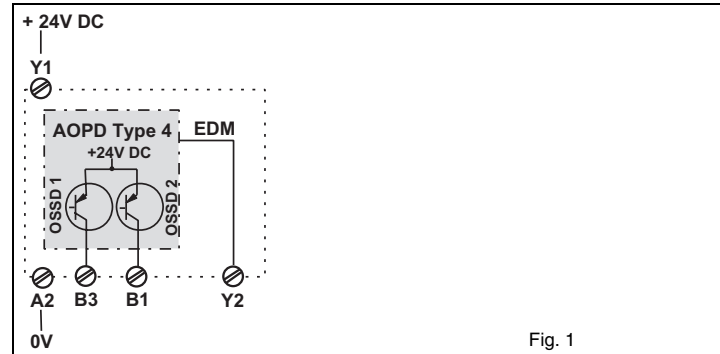

Fig. 1
3. Funktion Zweikanalige Sicherheits-Folgeschaltung für opto-elektronische Schutzvorrichtungen mit Schützkontrolle (EDM), (Anschlussbild Abb. 1)
Die Relais K1 und K2 des MSI-RM2 werden direkt durch OSSD1 und OSSD2 der AOPD angesteuert. Vor dem Einschalten der OSSDs der Schutzvorrichtung prüft die Schützkontroll-Funktion der Schutzvorrichtung ob die Meldekontakte zwischen Y1 und Y2 geschlossen sind. Ist dies der Fall, so werden die OSSDs eingeschaltet, die Freigabekontakte (Klemmen 11 – 14 und 21 – 24) schließen und die Meldekontakte Y1 – Y2 öffnen. In Abb.1 wird beispielhaft eine Rückführspannung von 24 V erwartet.
3. Fonctionnement Boîtier relais de sécurité à deux canaux pour dispositifs de protection optoélectroniques avec contrôle des contacteurs (EDM), (schéma de raccordement Fig. 1)
Les relays K1 et K2 du MSI-RM2 sont directement commandés par l'OSSD1 et l'OSSD2 de l'AOPD. Avant la mise en marche des OSSD du dispositif de protection, la fonction de contrôle des contacteurs du dispositif de protection vérifie si les contacts de signalisation entre Y1 et Y2 sont fermés. Si c'est le cas, les OSSD sont mis en marche, les contacts de validation (bornes 11 – 14 et 21 – 24) se ferment et les contacts de signalisation Y1 – Y2 s'ouvrent. Dans le cas représenté sur la figure 1, une tension de réaction de 24 V est attendue.